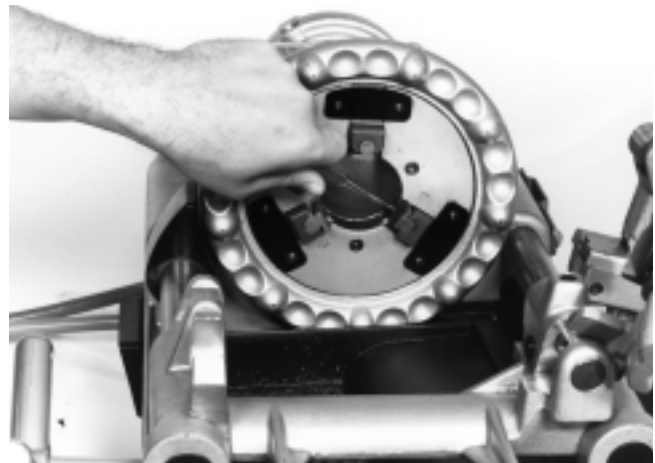

Figura 19 – El recambio de las piezas de inserción para las mordazas
1. **Para extraer la pieza de inserción** — coloque un punzón en la ranura de detención para el resorte y apriete hacia abajo. (Figura 19)